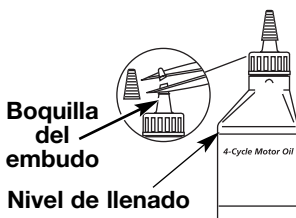

Fig. 9
Su unidad trae una botella de aceite SAE 30 SF, SG, SH de 90 ml (3,04 onzas fluidas) (Fig. 9).
**NOTA:** Guarde la botella para medir la cantidad correcta de aceite cuando deba cambiarlo en el futuro (Fig. 9). Lea *Cambio de aceite*.
1. Desenrosque la tapa de la botella de aceite y retire el sello de papel que cubre la apertura. Vuelva a colocar la tapa. Corte la punta de la boquilla del embudo (Fig. 9).